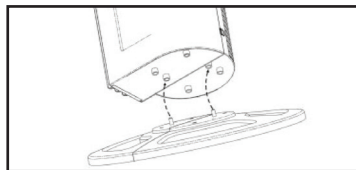

Рис. 2
- Совместите выступы на нижней части корпуса вентилятора с отверстиями на основании (1) (рис. 2).